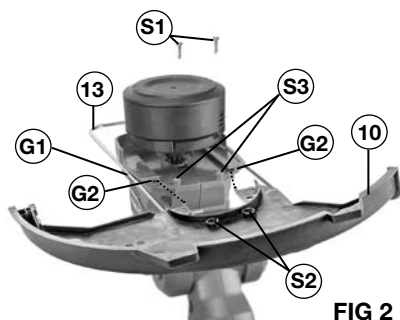

FIG 2
INSTALLATION DU PROTÈGE-FIL ET DU PROTÈGE-LAME DE SÉCURITÉ (FIG 2)
1. Installez le protège-fil (13) à travers les rainures (G1) des deux côtés de la tête du moteur, comme illustré à la FIG 2. Assurez-vous que le protège-fil s'ajuste fermement dans les rainures.